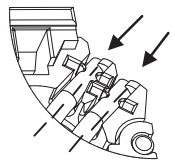

Fig 3.
5. Observing pair polarity and T568A or T568B wiring pattern, seat the four pairs into the wire manager. **Note: Pairs must be completely and securely seated into wire manager wire channels. (See Fig. 3).**
5. En observant la polarité des fils et le mode de câblage T568A ou T568B, insérer complètement et solidement les paires dans les goulottes du gestionnaire (figure 3).
5. Observe la polaridad del patrón de cableado T568 o T568B, coloque los cuatro pares en el guidor de cable. Nota: Los pares deben estar completamente asentados y asegurados en los canales del guidor de cable (Ver Fig. 3).